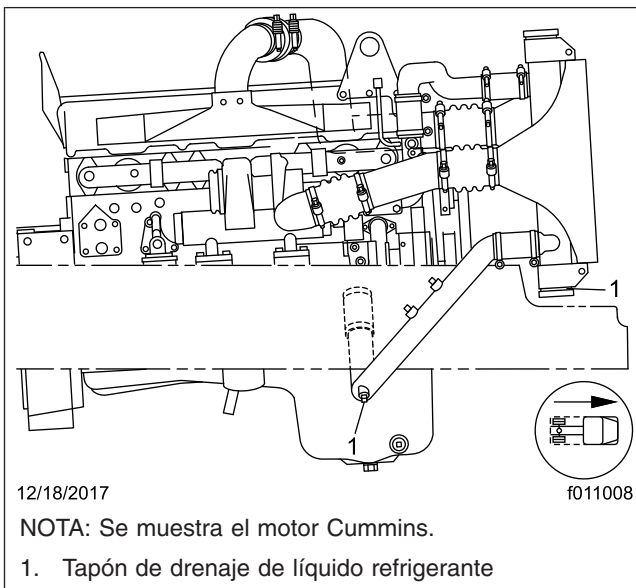

Figura 2, Ubicación del tapón de drenaje de líquido refrigerante
4. Quite los tapones de drenaje del tanque lateral del radiador y del codo inferior del tubo de salida del radiador, si lo hubiera. Vea la Figura 2. Espere a que se drene el líquido refrigerante.